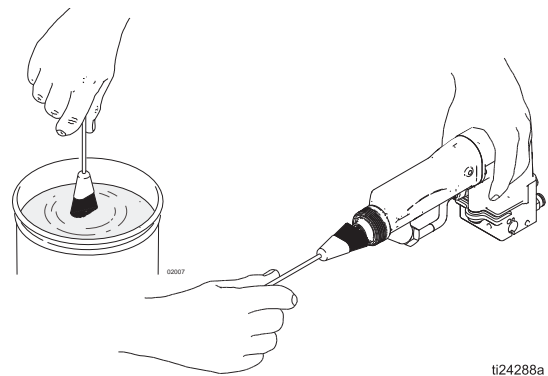

FIG. 17. Tabancanın Önünü Temizleme
3. Tutma halkası (24), hava başlığı/uç koruması (25), püskürtme ucu (3) ve tabanca tabakasını (26) çıkartın. Bkz. sayfa 39.
4. Uygun solvent içine yumuşak kılı fırçayı daldırın. Tabancanın ön tarafını fırça ile temizleyin. Solventin hava geçiş yollarına bulaşmasını önleyin. Mümkün olduğunda, tabancayı temizlerken tabancayı aşağıya doğrultun. Bkz. FIGURE 17